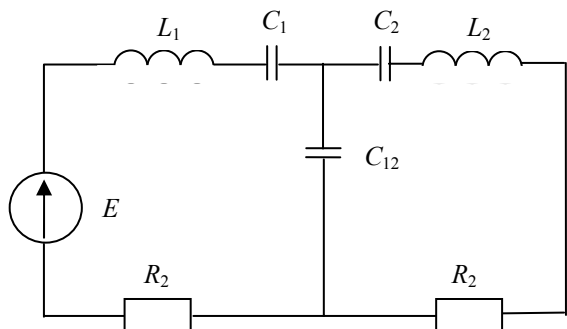

Рис. 4.17
4.4.3. Для системы двух связанных контуров (рис. 4.17) с одинаковыми параметрами:  $R_1 = R_2 = R = 24$  Ом;  $C_1 = C_2 = C = 1,2$  нФ;  $L_1 = L_2 = L_0 = 0,5$  мГн;  $C_{12} = 18$  нФ определить резонансную частоту  $f_0$ , добротность  $Q$ , коэффициент связи  $K$  и максимально возможное значение тока  $I_{2\max}$  при  $E = 1$  В.
4.4.5. Два связанных колебательных контура (рис. 4.17) с одинаковыми параметрами настроены индивидуально на резонансную частоту  $f_0 = 0,8$  МГц. Найти значения  $C_1$ ,  $C_2$ ,  $C_{12}$ , соответствующие настройке на полный резонанс при  $L_1 = L_2 = L = 120$  мкГн;  $Q_1 = Q_2 = Q = 60$ .